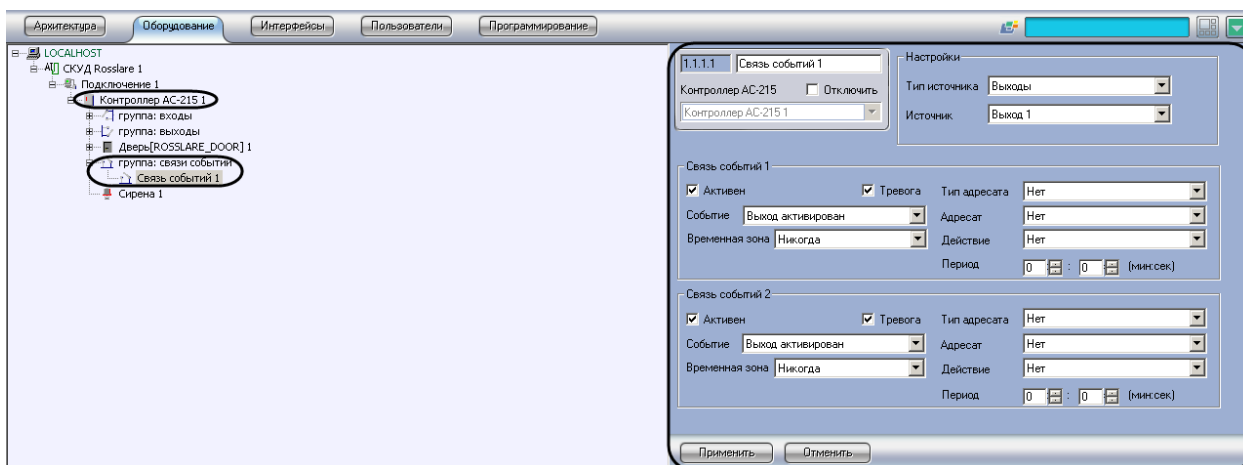

Рис. 3.5—9 Объект Связь событий
- Из раскрывающегося списка **Выход из** выбрать объект **Раздел**, соответствующий территории, расположенный со стороны входа через считыватель (см. Рис. 3.5—8, 13).
- Из раскрывающегося списка **Вход в** выбрать объект **Раздел**, соответствующий территории, расположенный со стороны выхода через считыватель (см. Рис. 3.5—8, 14).
- Для сохранения изменений нажать кнопку **Применить** (см. Рис. 3.5—8, 15).
Настройка связи событий контроллера АС-215 проходит на панели настроек объекта **Связь событий**. Данный объект создается на базе объекта **Контроллер АС-215** на вкладке **Оборудование** диалогового окна **Настройка системы** (Рис. 3.5—9).
1. Перейти на панель настроек объекта **Связь событий** (Рис. 3.5—10).